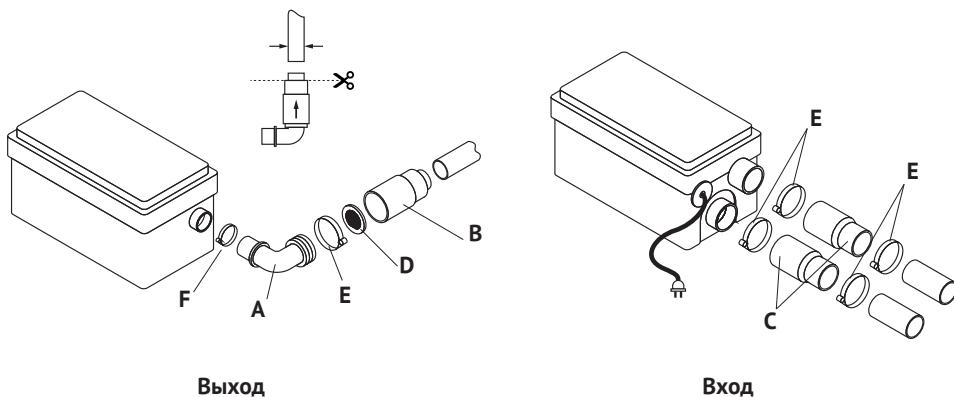

Рис. 4
Для присоединения к боковым входам насосной станции используйте патрубки (C) и хомуты (E) (рис. 4). Неиспользуемый вход закройте пробкой-заглушкой (G).